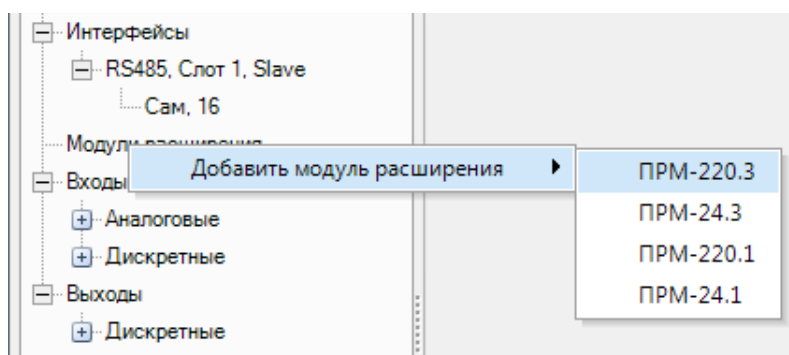

Рисунок 7.1 – Підключення модуля до OwenLogic
2. Вибрати пункт меню **Прибор/Настройка прибора**. Далі натисканням правої кнопки миші по пункту меню «Модули расширения» викликати меню. Вибрати модуль зі списку (див. рисунок 7.1).